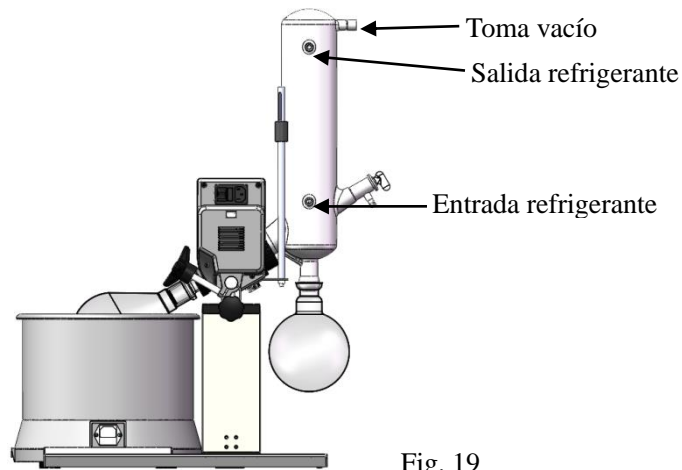

Fig. 19
- Conexión de las tuberías (Fig. 19)